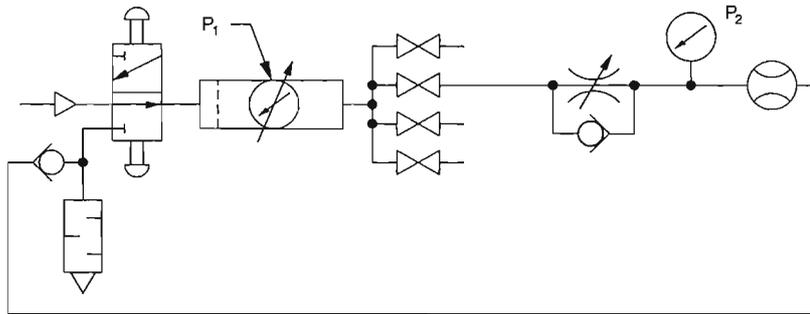

Figura 2-14. Diagrama esquemático de un circuito utilizando una válvula de control de flujo.
- 18. Modifique el circuito como se muestra en la Figura 2-14.